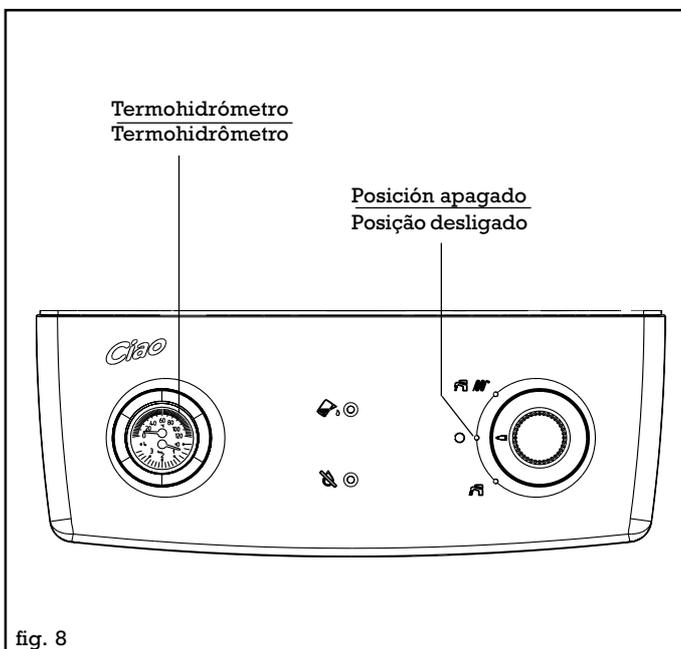
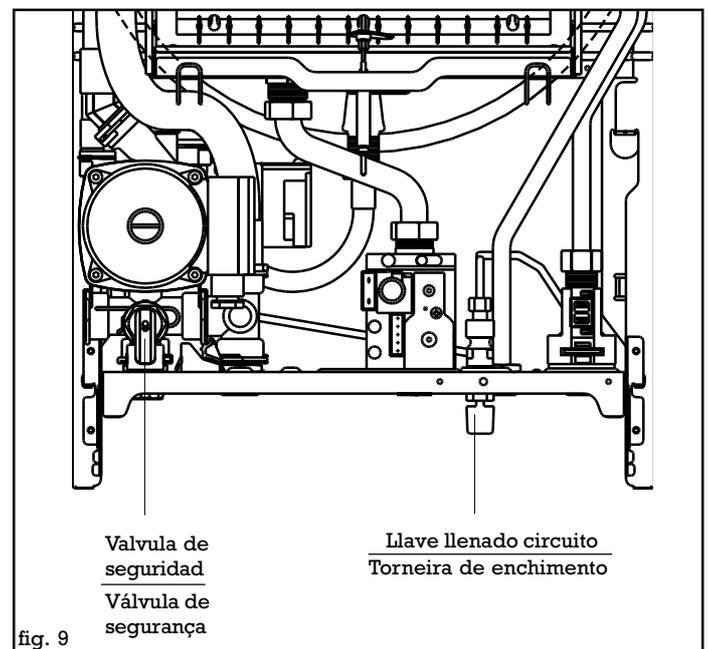

fig. 8
fig. 9
- colocar el selector de funcionamiento situado en el panel de mandos en la posición **O** (apagado) (fig. 8)
- abrir la llave de llenado del circuito (fig. 9) hasta que la presión indicada en el termohidrometro llegue hasta 1 bar (fig. 8).
- apagar la caldera colocando el selector de funcionamiento situado en el panel de mandos en la posición **O** (apagado) (fig. 8)
- tirar hacia fuera la palanca de la válvula de seguridad (fig. 9) hasta que se vacíe la caldera
- Posicionar o selector de função, localizado no painel dos comandos, na posição **O** (desligado) (fig. 8)
- abra a torneira de enchimento (fig. 9) até a pressão indicada no hidrômetro chegar a cerca de 1 bar (fig. 8).
- desligar a caldeira posicionando o selector de funções, localizado no painel dos comandos, sobre a posição **O** (desligado) (fig. 8)
- puxar na sua direcção a alavanca da válvula de segurança (fig. 9) até ter descarregado a caldeira